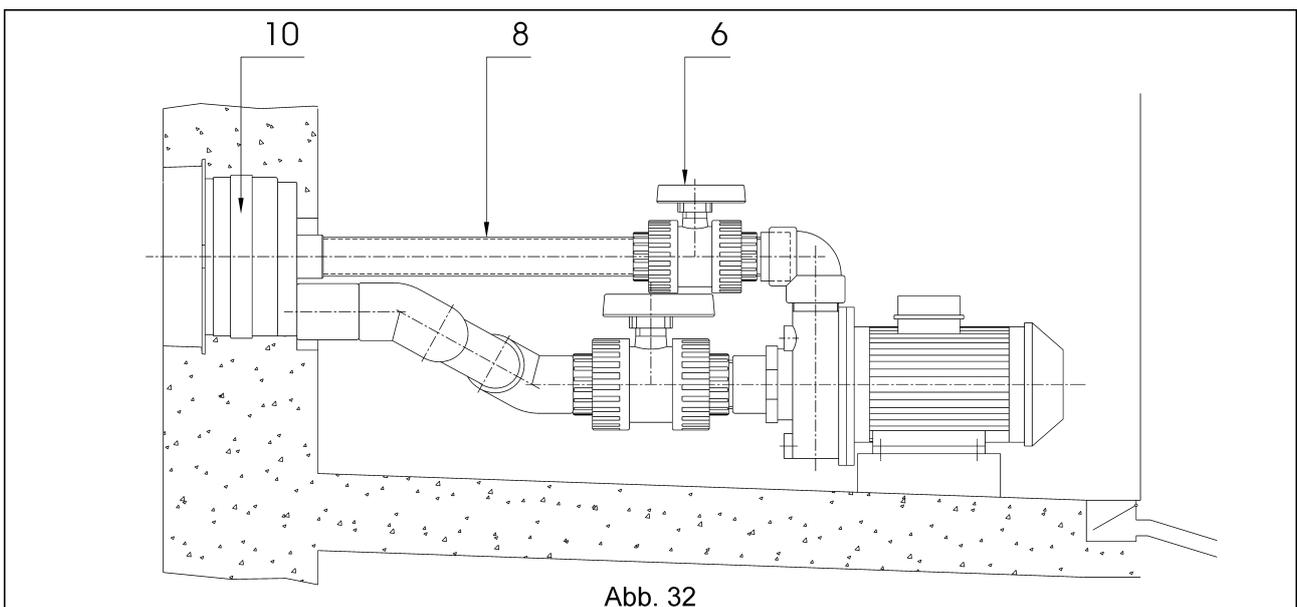

Abb. 32
Schritt 12 (Abb. 32)
- ✓ Verkleben der Druckleitung (8) mit dem Druckanschluss der AJ-Düse (10).
- ✓ Montage des Kugelhahn-Mittelteils (6).